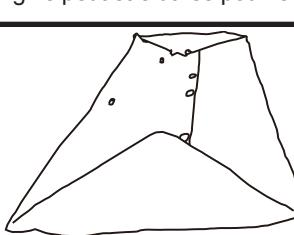

FIG. 2
Étape 1 Veuillez replier les côtés vers l'intérieur pour obtenir une forme rectangulaire (FIG. 2).